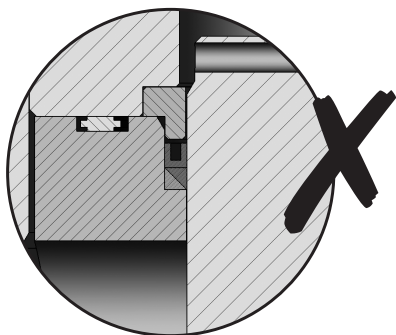

Bild 7A: Felaktig installation av tätningring, visar nedre reservringen med en vinkel på 90°, riktad bort från extruderingsutrymmet
1. Montera sätesringspackningen (11) i ventilhuset (25).
2. Montera fodret (18) i ventilhuset (25) och kontrollera att den riktas in korrekt mot ovansidan av sätesringspackningen (11).
3. Montera enheten med pluggen (20) och stången (21) på fodret (18).
4. För designkonfigurationen med balanserad trim (endast tillgänglig i storleken 1,5"), smörj tätningringen och båda reservringar (9) och montera den försiktigt över pluggen (20). Se till att den nedre reservringens rättvinkelhorn är riktad mot extruderingsutrymmet mellan fodret och pluggen (se bild 7A och 7B) och att den öppna änden av tätningen är riktad uppåt eller bort från sätet. Använd hållaren (steg 5) för att trycka in balansätningen och reservringarna helt i fodret.
5. Installera tätningshållaren (8) i fodret (18). För den balanserade konfigurationen, använd tätningshållaren för att trycka in tätningringen och reservringarna (9) helt i fodret.
6. Installera huspackningen (10) och montera kåpan (23) på huset (25). Var försiktig att inte skada stängen (21) när kåpan installeras.
3. Montera sätesringen (19) i ventilhuset (25) och kontrollera att den riktas in korrekt mot ovasidan av sätesringspackningen (11) i huset.
4. Montera fodret (18) i ventilhuset (25) och kontrollera att den riktas in korrekt mot ovasidan av sätesringen (19) och sätesringspackningen (11).
5. Montera enheten med pluggen (20) och stängen (21) på fodret (18).
6. För designkonfigurationen med balanserad trim, smörj tätningringen och båda reservringarna (9) och montera den försiktigt över pluggen (20). Se till att den nedre reservringens rätvinkelhorn är riktad mot extruderingsutrymmet mellan fodret och pluggen (se bild 7A och 7B) och att den öppna änden av tätningen är riktad uppåt eller bort från sätet. Använd hållaren (steg 7) för att trycka in balanstätningen och reservringarna helt i fodret.
7. Installera tätningshållaren (8) i fodret (18). För den balanserade konfigurationen, använd tätningshållaren för att trycka in tätningringen och reservringarna (9) helt i fodret (18).